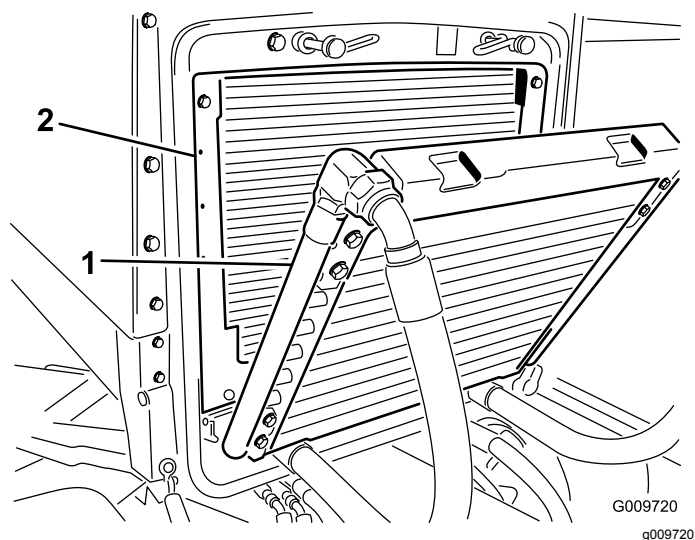

Figura 57
4. Pulite accuratamente entrambi i lati dell'area del refrigeratore dell'olio e del radiatore utilizzando aria compressa (Figura 57).